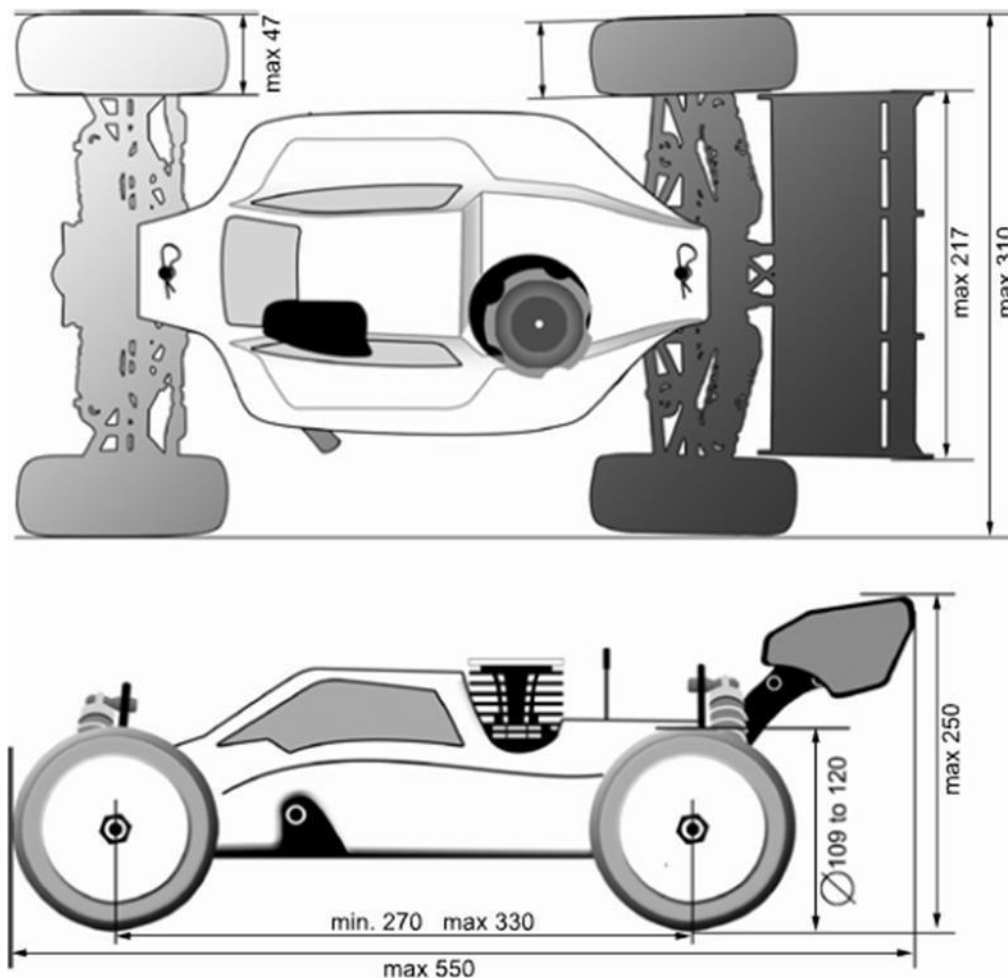

Figura 9: Dimensioni generali della 1/8 Buggy IC
- Si veda a corredo la Figura 9 riporta a pagina 34.